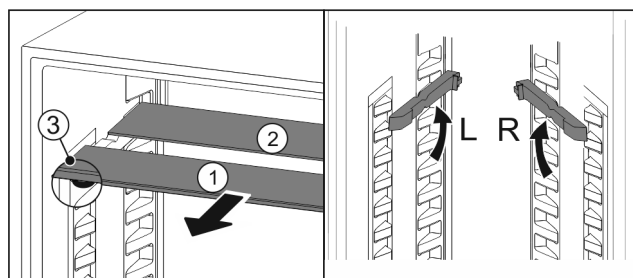

Fig. 100
- ▶ Sortir les tablettes par l'avant Fig. 100 (1).
- ▷ La tablette en verre Fig. 100 (1) avec bordure décorative est située à l'avant.
- ▷ Les butées Fig. 100 (3) sont orientées vers le bas.